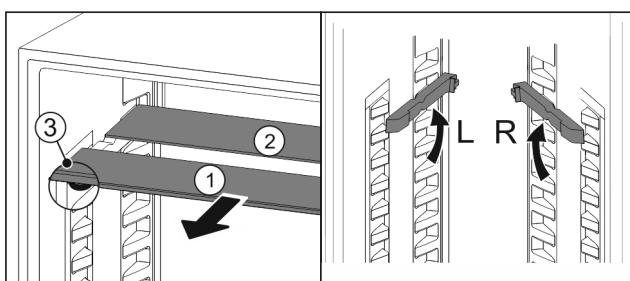

Fig. 61
- Пусните Fig. 61 (1) скляну панель вперед.
- Скляна панель Fig. 61 (1) з декоративною планкою лежить спереду.
- Стопори Fig. 61 (3) показують вниз.